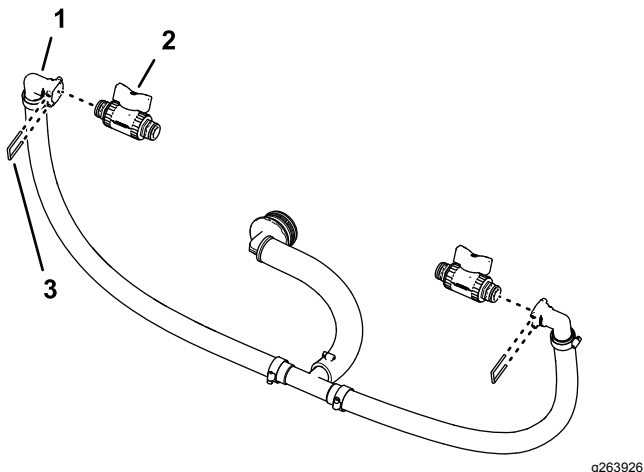

Figura 92
1. Como se mostra na Figura 92, remova o retentor da união de ligação rápida de 90°.
2. Monte a válvula de corte na tomada da união de desligação rápida Figura 92.
4. Monte a válvula de corte e retentor que removeu no passo 1 de Remover o tubo de distribuição de secção (página 33) na outra tomada de união de ligação rápida (Figura 92).